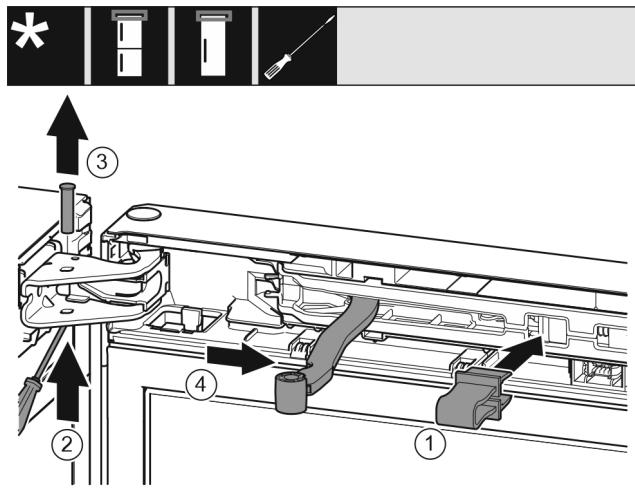

Fig. 11
- 将安全装置卡入开口。Fig. 11 (1)
► 用螺丝刀将螺栓推出。Fig. 11 (2)
► 向上取出螺栓。Fig. 11 (3)
► 将铰链转向门的方向。Fig. 11 (4)